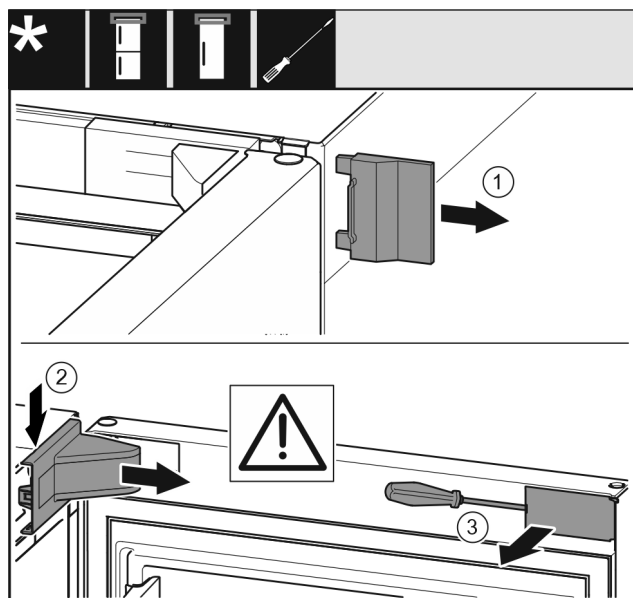

Fig. 9
- Retirer le cache extérieur Fig. 9 (1).
- Dégager et retirer le cache du support de palier Fig. 9 (2).
- Dégager le cache Fig. 9 (3) au moyen d'un tournevis plat et le faire pivoter sur le côté.